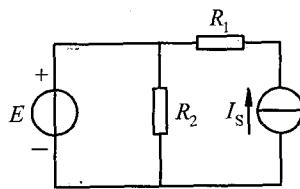

图1.3
**【例 1.1\*】** 在如图1.3所示电路中,已知 $E=2V$ ,  $I_S=1A$ ,  $R_1=3\Omega$ ,  $R_2=1\Omega$ 。试求各电阻消耗的功率及各电源产生的功率。